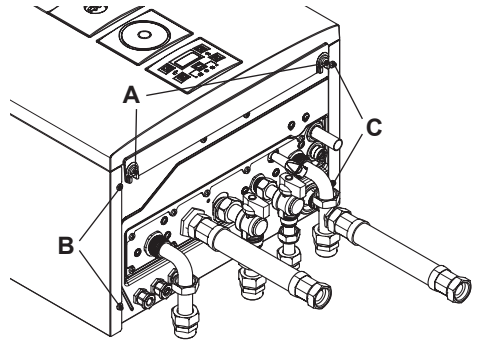
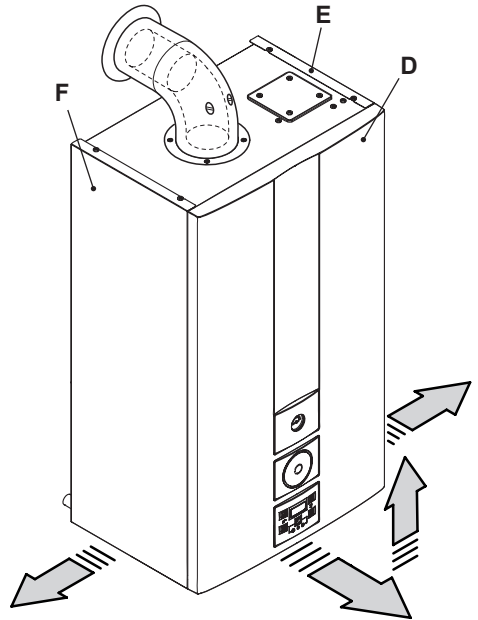

Figura 9.5
Figura 9.6
- Svitare le viti **A** e rimuovere il pannello frontale **D** tirandolo a sé e quindi spingendolo verso l'alto in modo da liberarlo dalle sedi superiori (Figura 9.5 e Figura 9.6).
- Allentare la viti **B** e **C** in Figura 9.5 e togliere i due pannelli laterali **E** ed **F** tirandoli verso l'esterno.
- Bloccare il pannello frontale **D** con le apposite viti **A** (Figura 9.5).